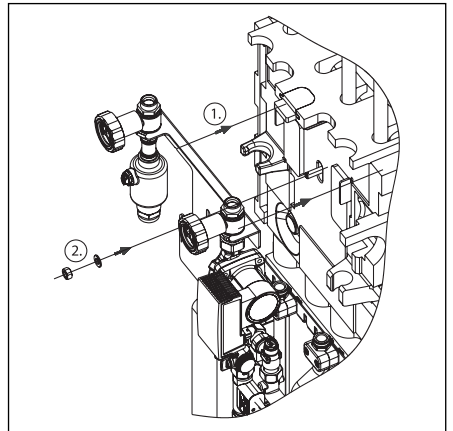

Abb. 17 Montage Solargruppe
- Die Solargruppe in die Halterung einhängen (Abbildung 17 Punkt 1) und mit einer Unterlegscheibe und einer Sicherungsmutter fixieren (Punkt 2)